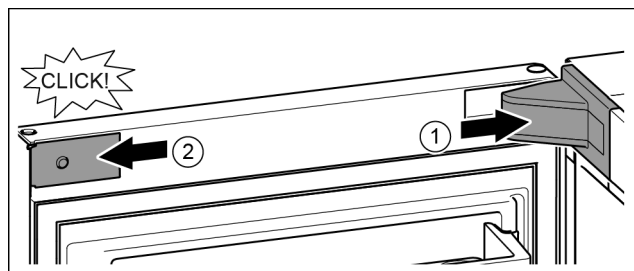

Fig. 23
- ▶ Nasadíte a zaklapnete kryt stojanu ložiska, příp. opatrně přitlačte od sebe. Fig. 23 (1)
- ▶ Z boku nasadíte záslepku a zaklapnete. Fig. 23 (2)